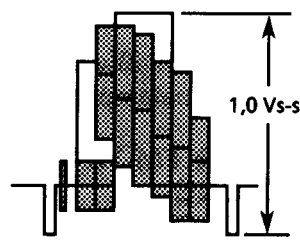

Abbildung 2-6.
8. Sicherstellen, daß die Amplitude des Wiedergabe-Farbbalkensignals  $1,0 \pm 0,04$  Vs-s beträgt, wie in Abbildung 2-6 dargestellt.